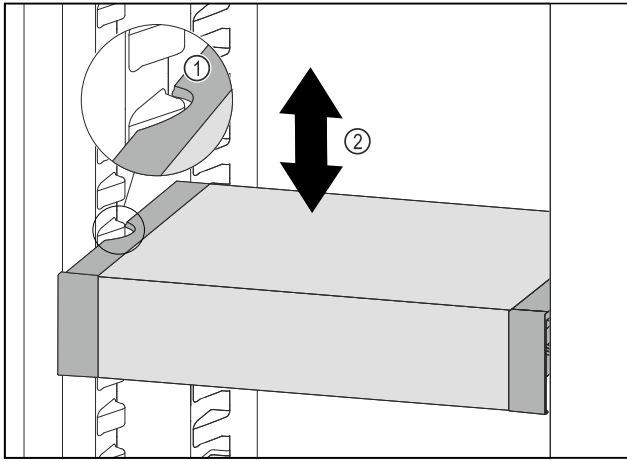

Fig. 171
- Потягнути VarioSafe вперед, поки бокові заглиблення VarioSafe не опиняться на рівні ребра для резервуара в охолоджувальному відділенні. Fig. 171 (1)
- Пересувайте VarioSafe вгору або вниз в охолоджувальному відділенні до тих пір, поки не досягнете бажаної висоти. Fig. 171 (2)